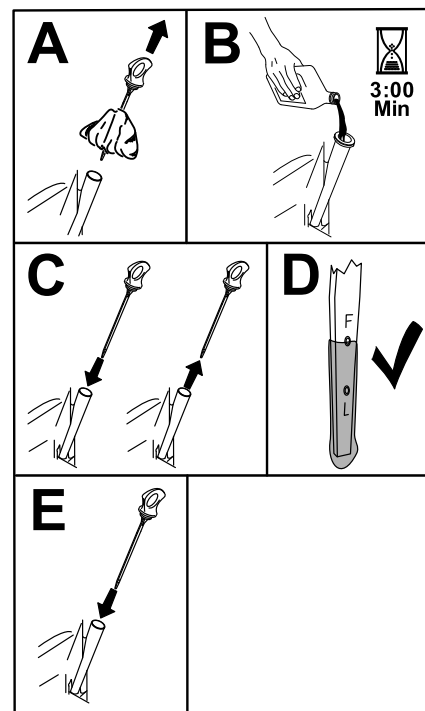

Figura 37
6. Vierta lentamente un 80 % aproximadamente del aceite especificado por el tubo de llenado, luego añada lentamente el resto del aceite hasta que llegue a la marca de Lleno (Figura 37).